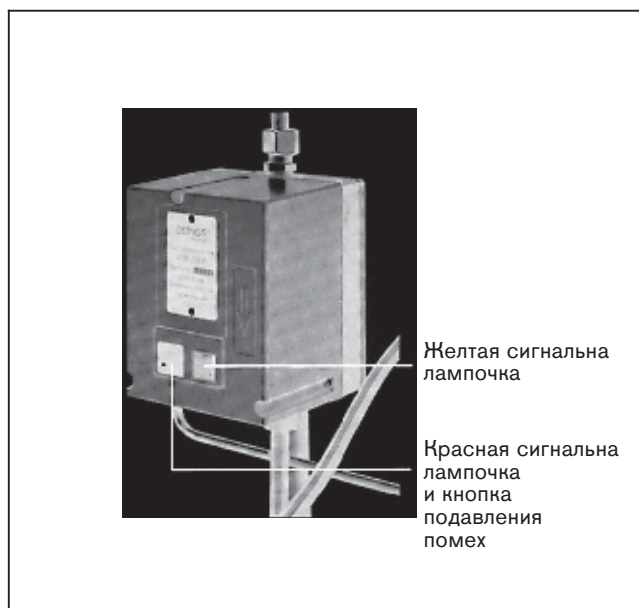

Рис. 4 – прибор для контроля на герметичность
Если газовая горелка оснащена прибором для контроля на герметичность, то в связи с контролем на герметичность магистрального трубопровода, между обоими газовыми клапанами, зажигание запального пламени задерживается, примерно, на 30 секунд (см. пункт 3, и рис. 4).
3. Прибор для контроля на герметичность (рис. 4)